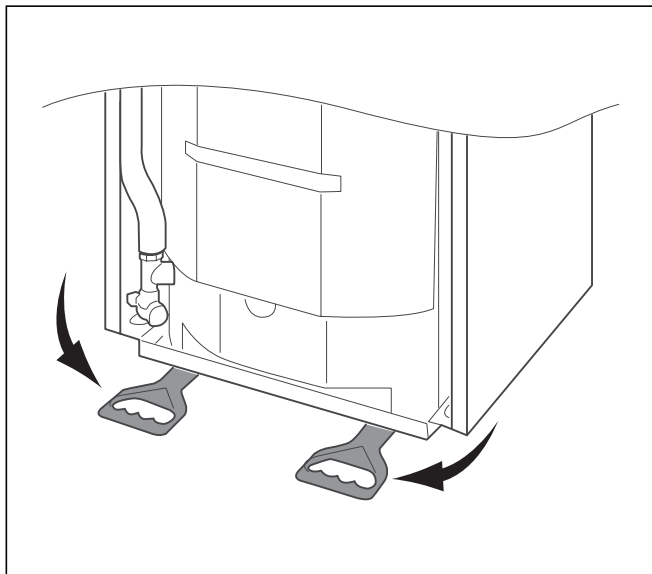

Fig. 4.2 Bærehåndtag
- Grib ind under kedlen, og drej bærehåndtagene frem (se fig. 4.2). Sørg for, at de stilbare fødder er skruet fast indtil anslag.